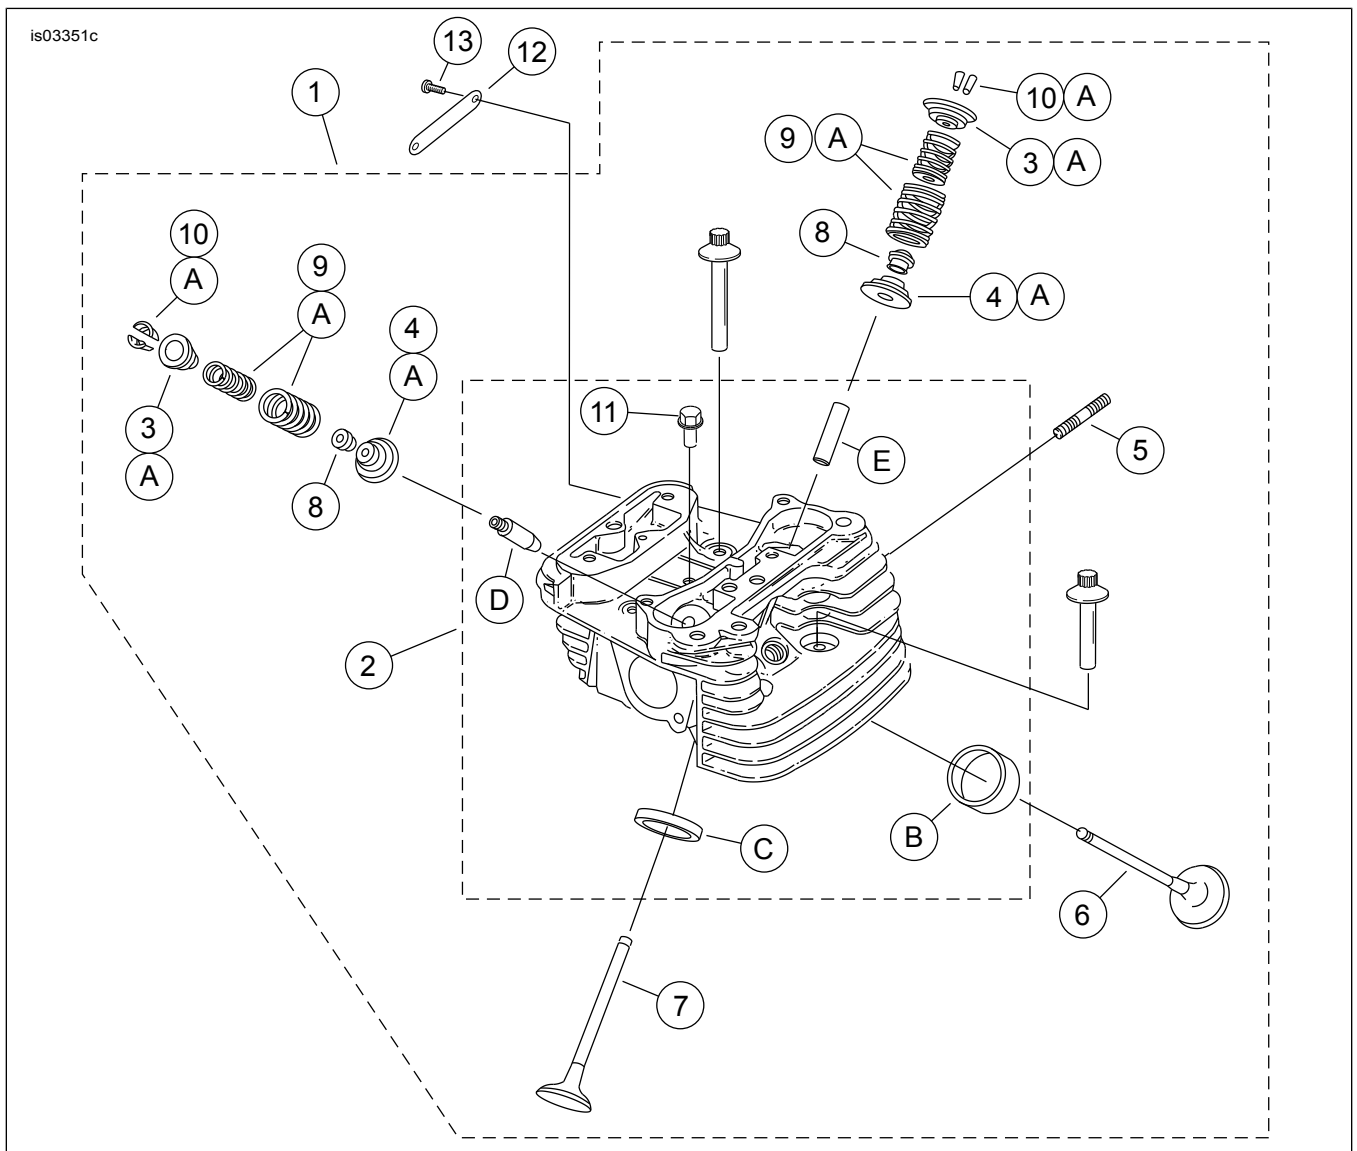

Figure 9. Mga Pamalit na Piyesa: SE120R Screamin' Eagle Pro Race-Use Crate Engine
Tingnan ang Figure 9 . Ang mga pamalit na cylinder head (1) ay may "CNC PORTED" na mga medalyon. Kung ninanais,